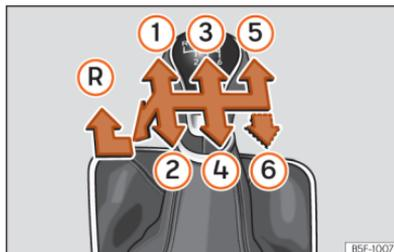

Abb. 89 Schaltschema bei einem 5-Gang bzw. 6-Gang Schaltgetriebe
Auf dem Schalthebel sind die Positionen der einzelnen Fahrgänge dargestellt **»» [Abb. 89]**.
- Schalthebel in die Neutralstellung bringen und nach unten drücken. Schalthebel ganz nach links und dann nach vorn in die Rückwärtsgangposition schieben **»» [Abb. 89] (R)**.